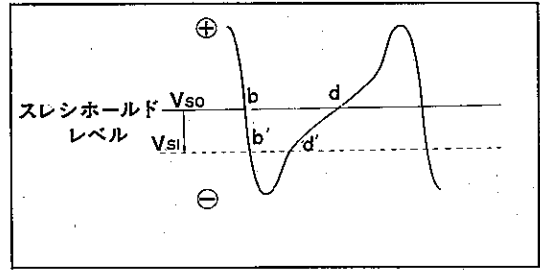

図5-19 Tr 作動レベル
したがって、バイアス回路が追加されると Tr の ON⇔OFF に切り替わる④点の電位が 図5-19のように実線から破線のように変化することになります。(バイアス回路からの i_B が流れなくなる電位になる)